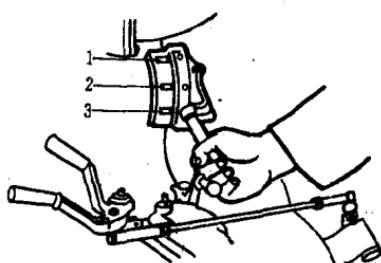

图 1-5 减压手柄放在减压位置
(1) 分开主离合器(操纵杆在最前面的位置)。
(2) 油门手柄放在不供油的位置(最下面的位置)。
(3) 减压手柄放在“起动”位置(图1-5)。
(4) 均匀地接合离合器，以低档带动发动机运转3~5分钟，并将减压手柄先后放到“半开”和“运转”的位置上，使发动机预热(参看图1-5)。